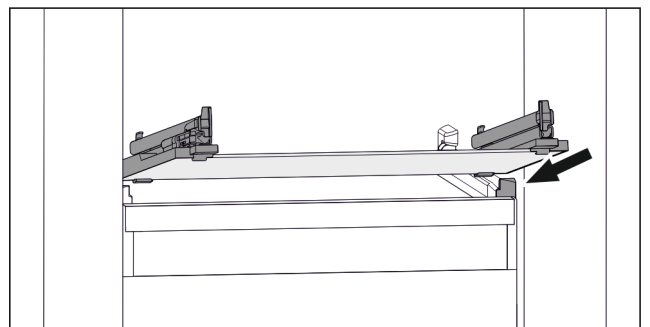

Fig. 140 玻璃隔板例图
- ▶ 将玻璃隔板斜放在止动器后面。(参见 Fig. 140)